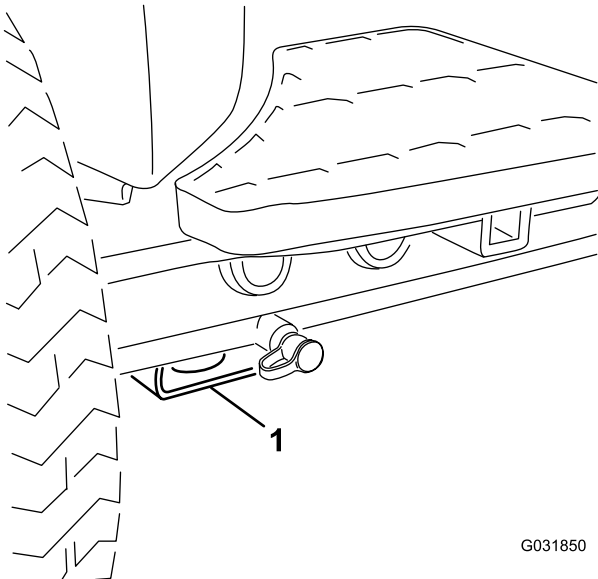

Figura 58
- Delantero – bloque rectangular, debajo del tubo del eje, al interior de cada rueda delantera (Figura 58).